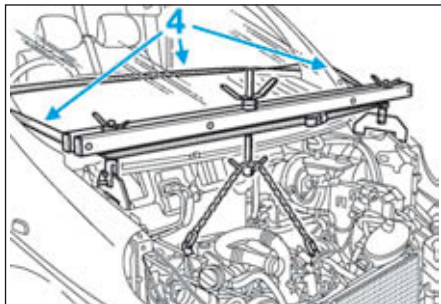

FIG.5
- Mettre en place un support d'ancrage moteur à réglages multiples, avec sangles de maintien (4) (Fig.5).